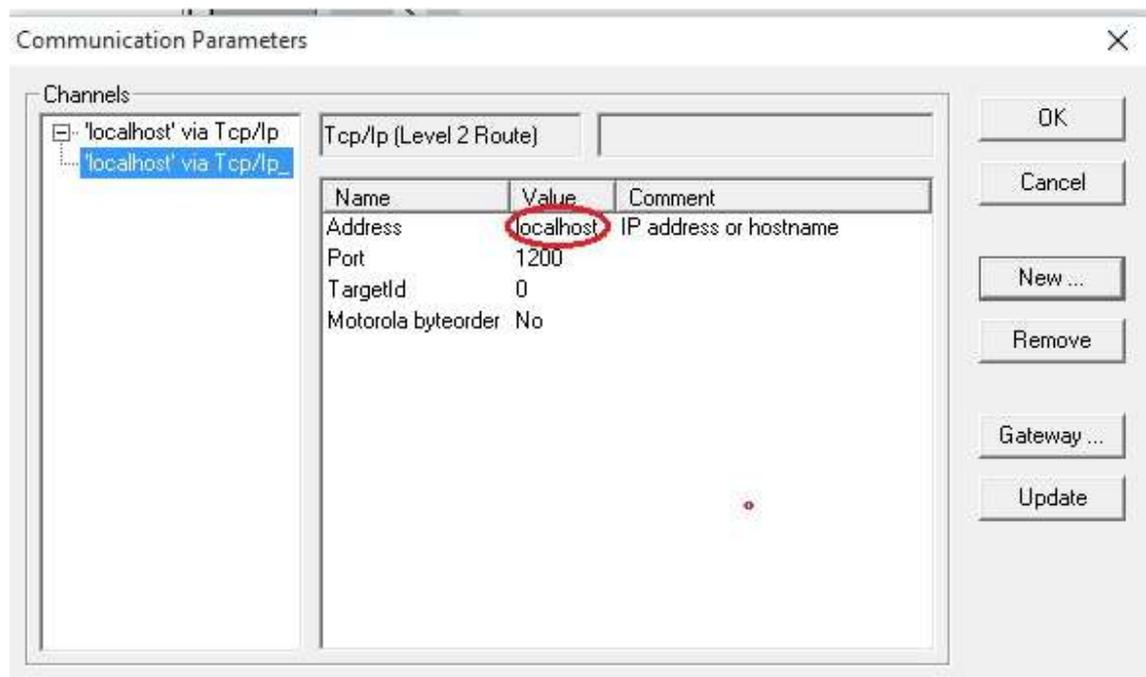

Figura 6 – Tela para introdução do endereçamento IP do CLP.
2. Então, surgirá a tela *Communication Parameter*, conforme a Figura 6. No campo “*Localhost*”, dê um duplo clique e introduza o endereço IP do CLP correspondente, conforme a Tabela 3, por exemplo 192.168.119. 220.